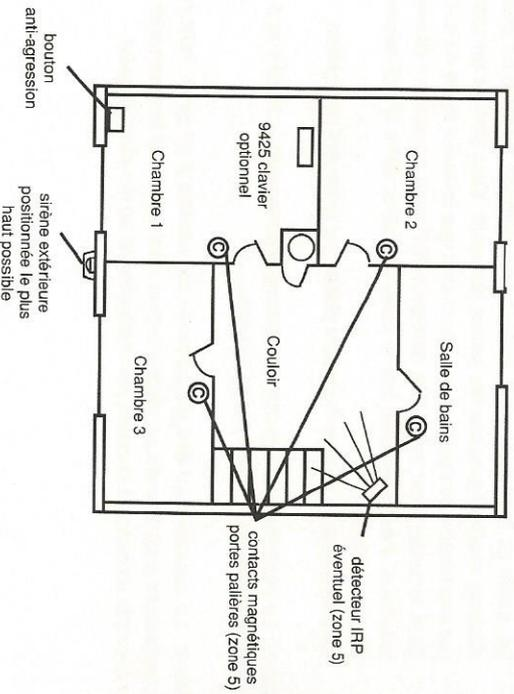

Fig.3 1er étage
a) Le dessin de l'étage, figure 3, indique une méthode simple pour positionner les contacts magnétiques sur les portes du palier. Cela permet en cas d'intrusion par une fenêtre de déclencher l'alarme dès que le voleur tente de quitter la pièce dans laquelle il est entré. Un détecteur IRP peut cependant donner le même résultat si il est positionné sur le palier. Pénétrer dans le hall déclenchera une alarme sur la zone 5.